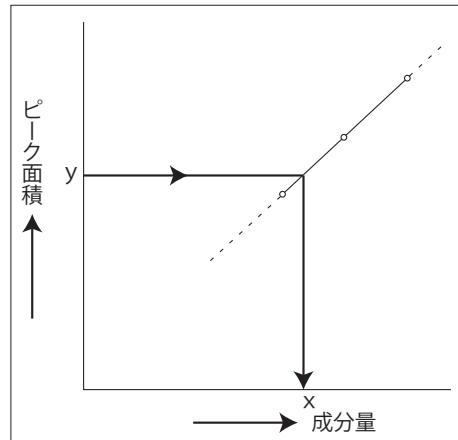

図6. 絶対検量線法による検量線
- (1) 分析対象成分の標準液を3段階以上の濃度\*1に調製します。
- (2) 各希釈標準液の一定量を導入しクロマトグラムを記録してピーク面積を測定します。
- (3) 導入された希釈標準液中の分析対象成分の量を横軸に、ピーク面積を縦軸にして図6に示すような検量線を作成します。なお、検量線は測定点を代表するように引きます。
- (4) 同一条件の下でサンプルを導入し、クロマトグラムを記録し、ピーク面積(y)から検量線によって分析対象成分の量(x)を求め、サンプル中の濃度を算出します。